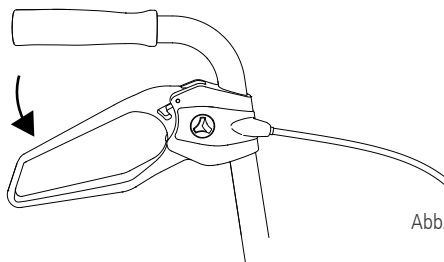

Abb. 6
1. Um die Bremsen zu blockieren (Feststellbremsen), drücken Sie die Bremshebel nach unten (Abb. 6). Sie rasten spürbar ein.